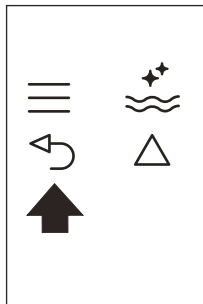

Fig. 25
- Pulse el icono ↶ (B6) (Fig. 25) dos veces para salir del menú.